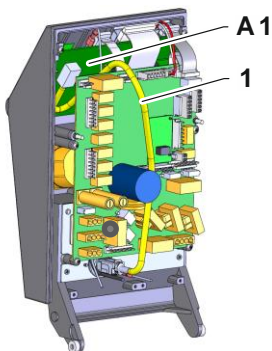

Abb. 3: Innenansicht Front
11. Ethernet Kabel (Kennzeichnung 1 → Abb. 3) von Schnittstelle ZO gemäss Abb. 3 verlegen und bei USR-51 (A 1) anschliessen.